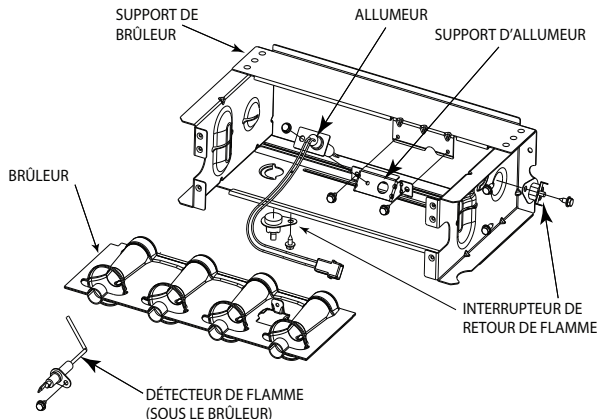
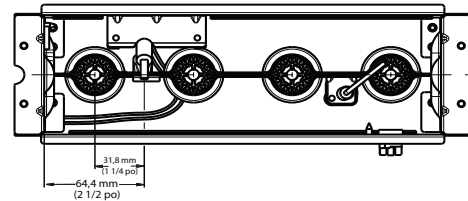
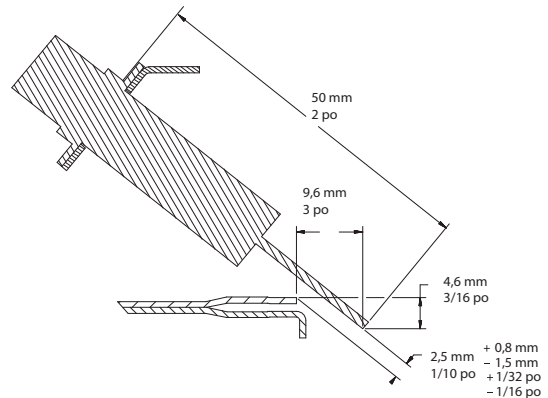

Fig. 67 – Ensemble du brûleur
Fig. 68 – Position de l'allumeur - vue du haut
Fig. 69 – Position de l'allumeur - vue latérale
Consultez la Fig. 67.
8. Vérifiez l'alignement de l'allumeur. Consultez la Fig. 67, la Fig. 68 et la Fig. 69.
L'allumeur n'a PAS besoin d'une inspection annuelle. Vérifiez la résistance de l'allumeur avant son retrait. Consultez la Fig. 67, la Fig. 68 et la Fig. 69.
- a. À l'aide d'un tournevis 1/4 po, retirez les deux vis qui fixent le support de fixation de l'allumeur à l'ensemble du brûleur (consultez la Fig. 67).
7. Rebranchez le faisceau de l'allumeur sur l'allumeur en disposant les fils de façon à vous assurer qu'il n'y a aucune tension sur l'allumeur lui-même. Consultez la Fig. 67.